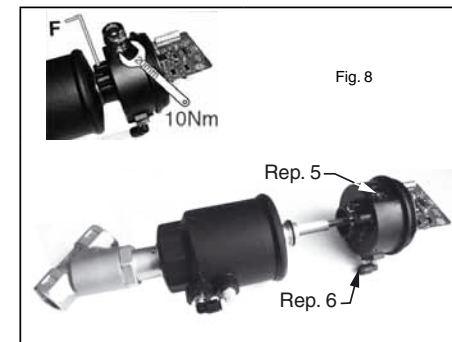

Fig. 8
- 1- Suelte la caja a reemplazar (fig. 8)